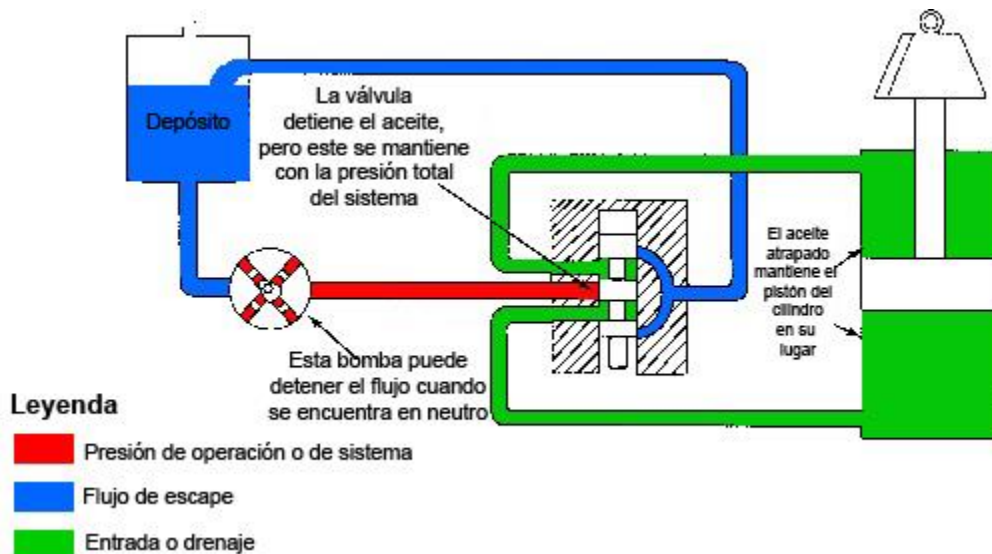

Figura 70
(2) Bomba de desplazamiento variable. La figura 70 muestra un sistema de centro cerrado con una bomba de desplazamiento variable en el modo neutral. Cuando está en modo neutral, se bombea aceite hasta que la presión se eleva a un nivel predeterminado. Una válvula de regulación de presión permite que la bomba se apague por sí misma y mantenga esta presión hacia la válvula. Cuando la válvula de control está funcionando, se desvía el aceite desde la bomba hasta el fondo de un cilindro. La caída de presión causada por conectar la línea de presión de la bomba al fondo del cilindro, causa que la bomba vuelva a funcionar, bombeando aceite al fondo del pistón y levantando la carga.